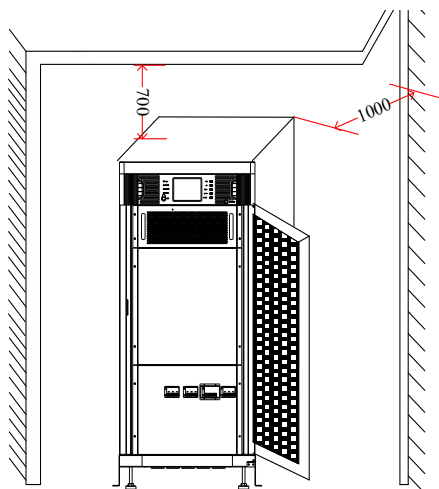

Рисунок 2.3 Размещение ИБП
- 1) Для обеспечения нормального обслуживания и эксплуатации ИБП, установите его так, чтобы вокруг него оставалось достаточно места (рисунок 2.3).